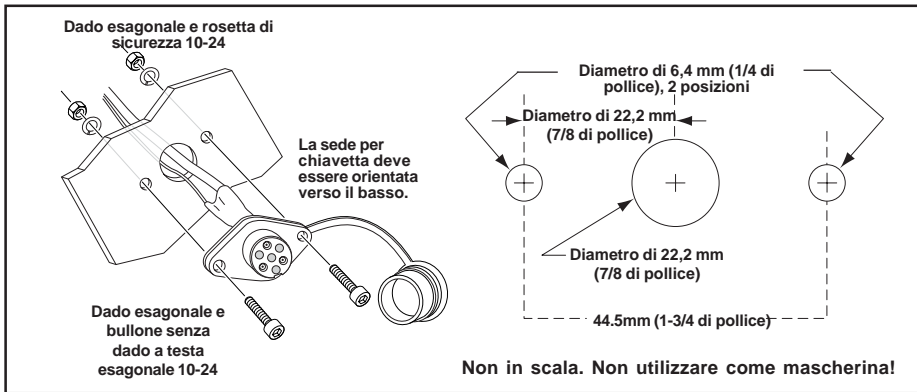

Figura 9: installazione della presa per il comando a distanza.
- Dopo avere stabilito la posizione di montaggio per la presa del comando a distanza, praticare tre fori e installare. (vedere la figura 9).